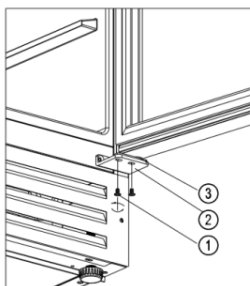

Abbildung 1
- Lösen Sie die beiden Schrauben ① aus dem rechten unteren Scharnier ② [Abbildung 1].
1. Halten Sie die Tür ③ fest, schrauben Sie die vier Schrauben ② aus dem unteren Scharnier ① heraus und entfernen Sie das untere Scharnier ①. Nehmen Sie die Tür ③ vom oberen rechten Scharnier ⑦ langsam von oben nach unten heraus. [Abbildung 1].